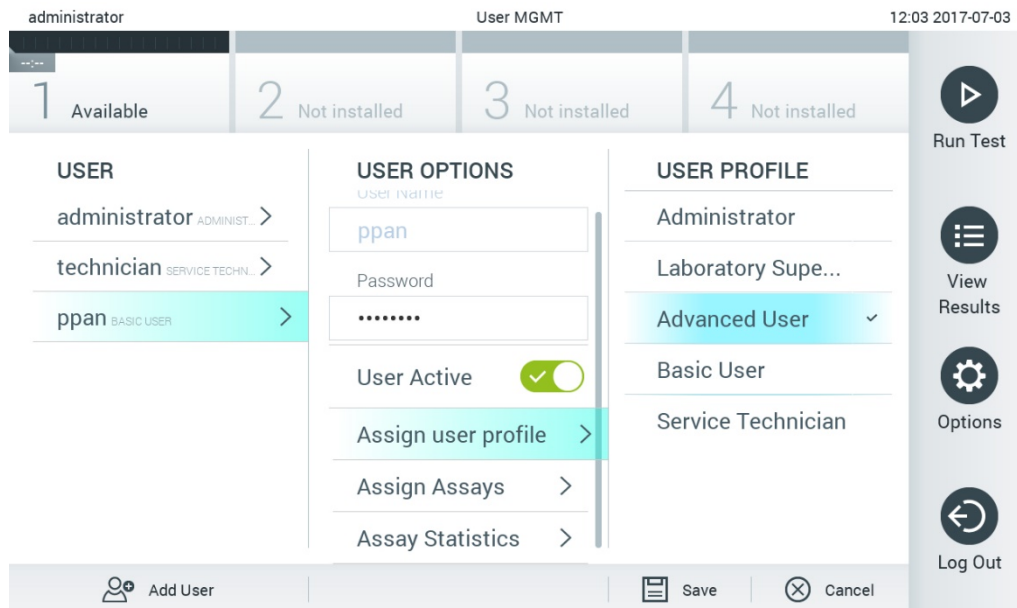

Рис. 60. Призначення профілів користувачам.
- **Assign User Profile** (Призначити профіль користувача): дозволяє призначити інший профіль для цього користувача (наприклад, Administrator (Адміністратор), Laboratory Supervisor (Керівник лабораторії), Advanced User (Досвідчений користувач), Basic User (Базовий користувач)). Виберіть відповідний профіль користувача зі списку праворуч в області вмісту (рис. 60, наступна сторінка).